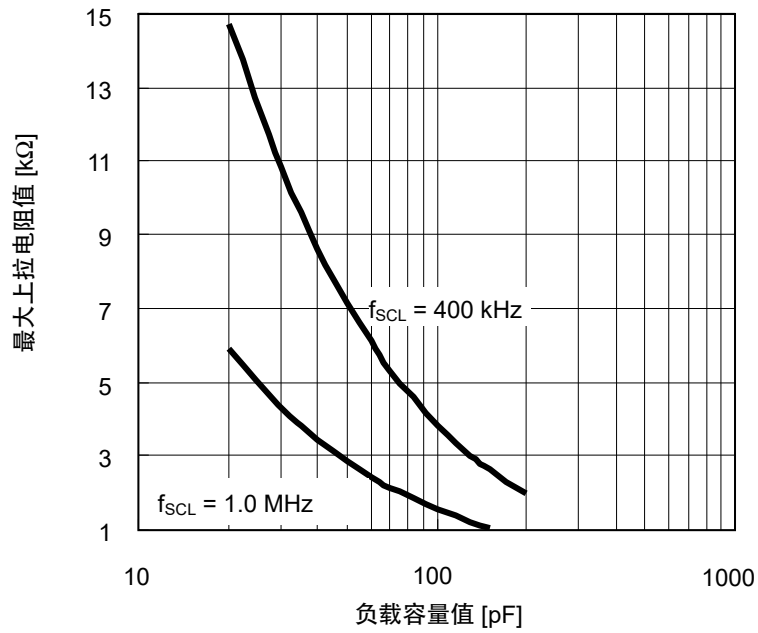

图9 输出负载
*1. 由于SDA端子的输出方式是N沟道开路漏极输出，所以SDA输出延迟时间由IC外部的负载电阻值、负载容量值来决定。输出负载的关系如图9所示。